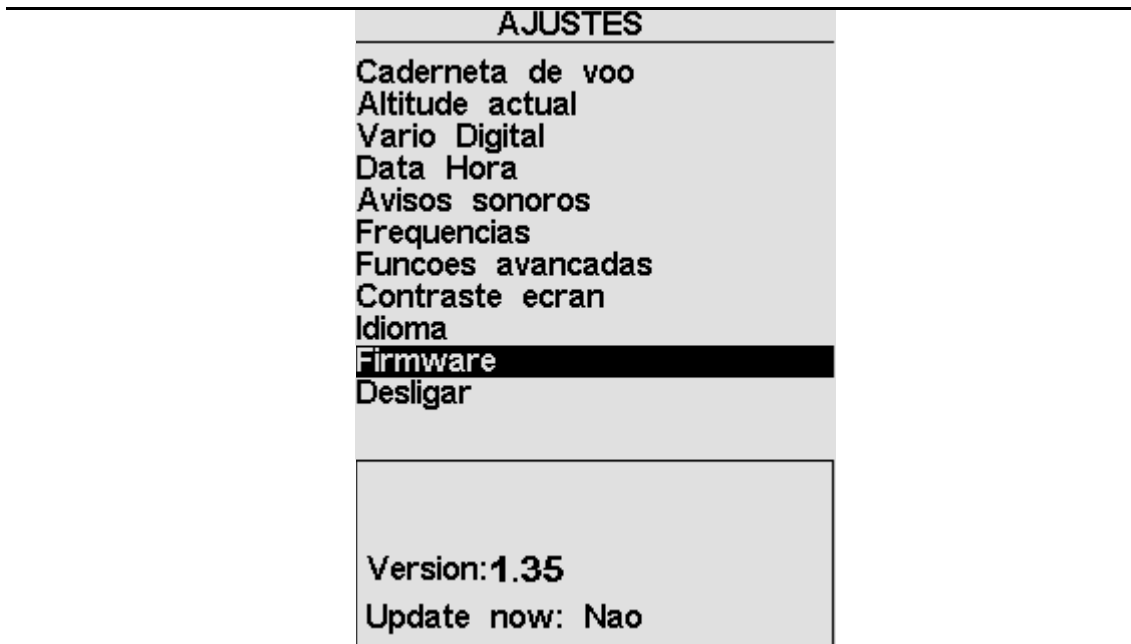

Figura 19 – Menu de Actualização do Firmware
4. Pegue no B1, entre no menu e seleccione a opção “Firmware”(Figura 19).